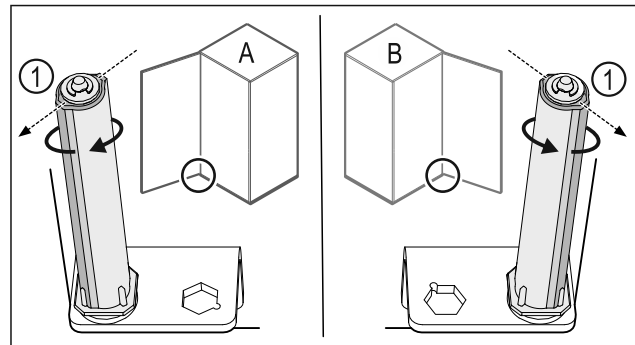

Fig. 36 Ľavý doraz (A)/pravý doraz (B)
- ▶ Otáčajte systém zatvárania proti odporu, kým nebude mostík systému zatvárania Fig. 36 (1) ukazovať von.